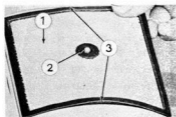

Fig. 14
3. Lyft upp luftfiltret från förgasarens översida. Om filtret fastnat kan det lossas med hjälp av en skruvmejsel, som försiktigt införes vid filterkanterna enligt fig. 14.